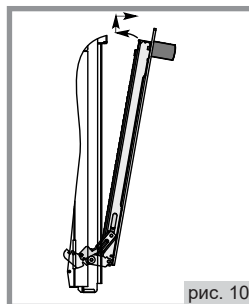

рис. 10
4. Взять дверцу за боковые стороны и потянуть на себя и вверх, чтобы освободить нижние оси шарниров, см. рис. 10;